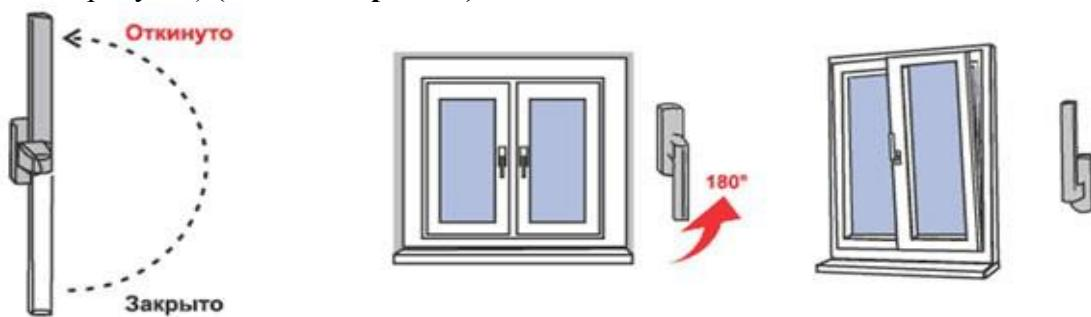

Рис. 2
2) Для перевода створки из закрытого положение в откидное, поворот створки относительно нижней горизонтальной оси, (положение «Откинуто» на Рис.2) ручку поворачивают вертикально на 180 градусов вверх, затем, потянув за ручку, поворачивают створку относительно нижней горизонтальной оси на заданный изготовителем угол (не более 10 градусов) (**откидной режим**).
3) Для запирания створки из открытого или откидного положения ее сначала закрывают и, придерживая створку рукой, поворачивают ручку вертикально вниз (положение «Закрыто» на Рис. 2).